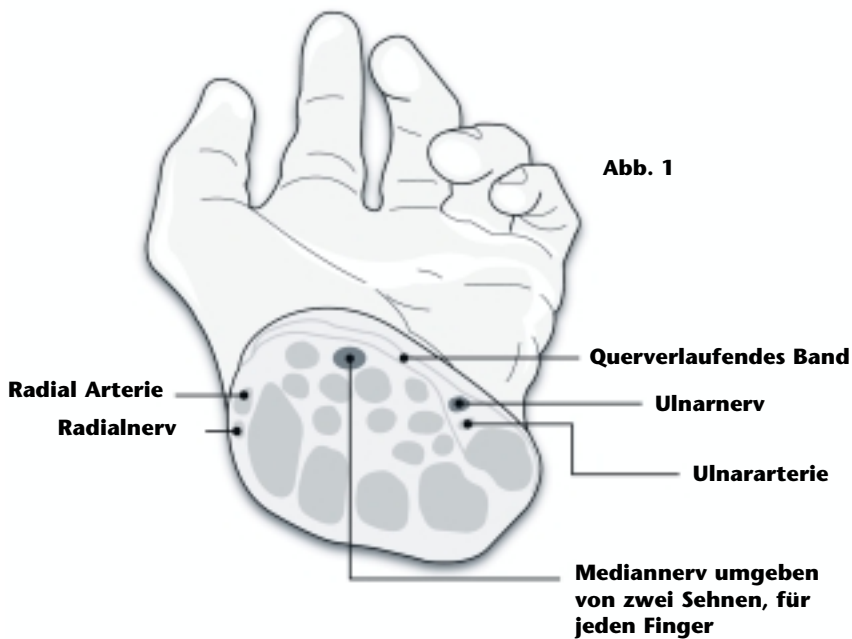

Abb. 2.
- Ständiges Überdehnen des Handgelenkes führt zu Komprimierung des Mediannerves. **Abb. 2.**